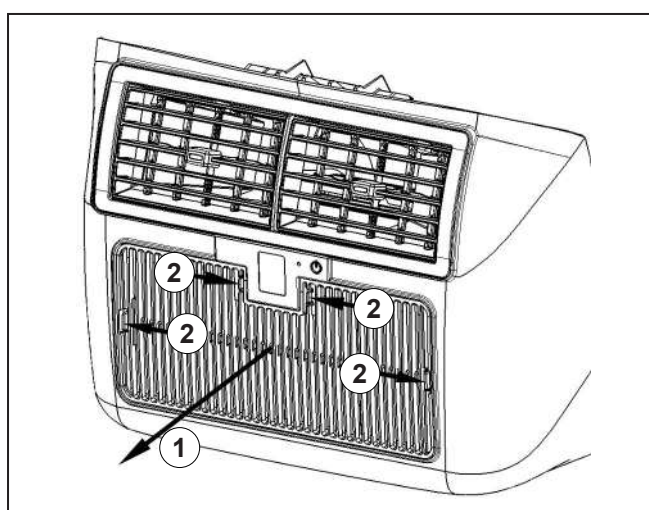
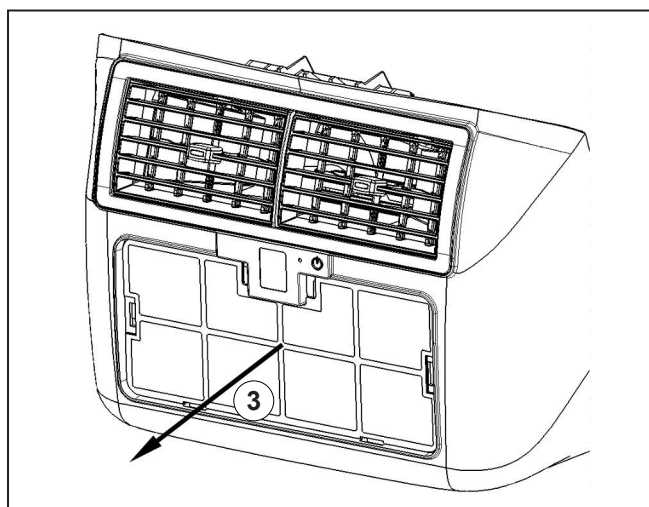

Fig. 7
Fig. 8
1. Premere le quattro molle di ritenuta ("Fig. 7" rif.1) e rimuovere la griglia frontale ("Fig. 7" rif.2)
2. Rimuovere il filtro ("Fig. 8" rif.3).
3. A fine manutenzione reinserire il filtro ("Fig. 7" "Fig. 8" rif.3) e chiudere la griglia frontale a pressione